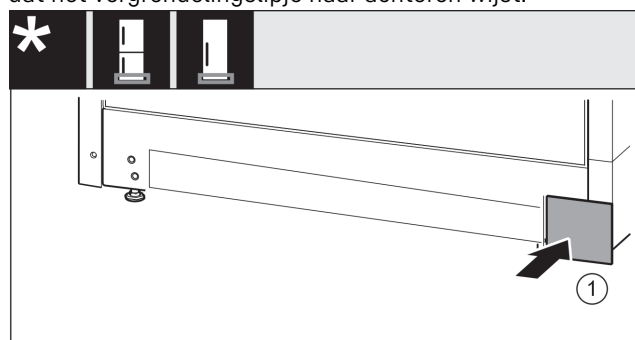

Fig. 19
- Afdekking Fig. 19 (1) van de andere zijde weer er in steken.